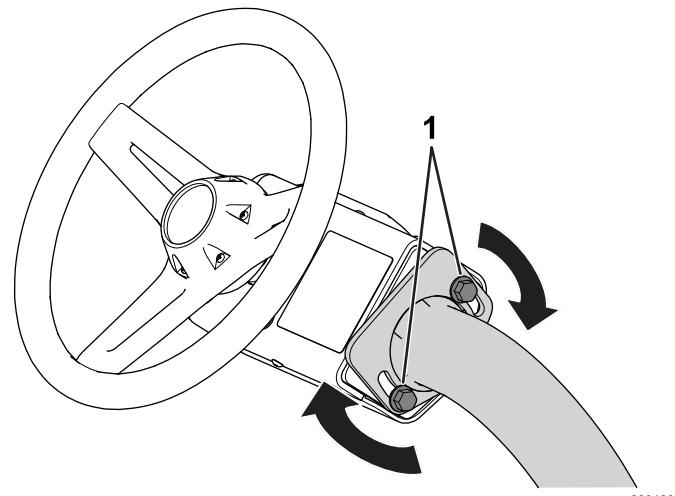

Figura 37
1. Afloje los pernos (Figura 37) que sujetan el conjunto del volante al brazo de dirección.
- Apriete los pernos (Figura 37) para fijar el volante en la posición deseada.